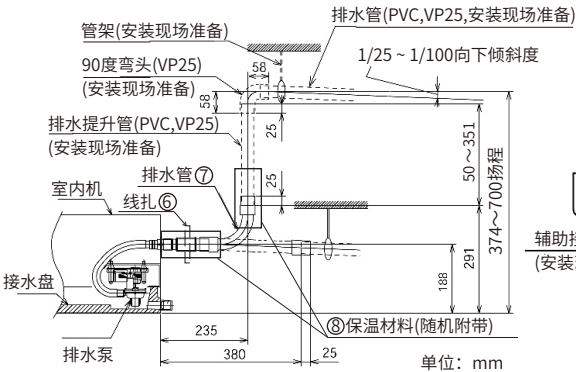

图21-1
- (1) 排水管的连接位置见图21-1、21-2。
- (2) 准备外径为32mm的聚氯乙烯管。
- (3) 用粘合剂和工厂提供的管箍③固定聚氯乙烯管到排水管上，排水管向下倾斜为1/25 ~ 1/100。
- (4) 接好排水管后需裹保温材料⑧。